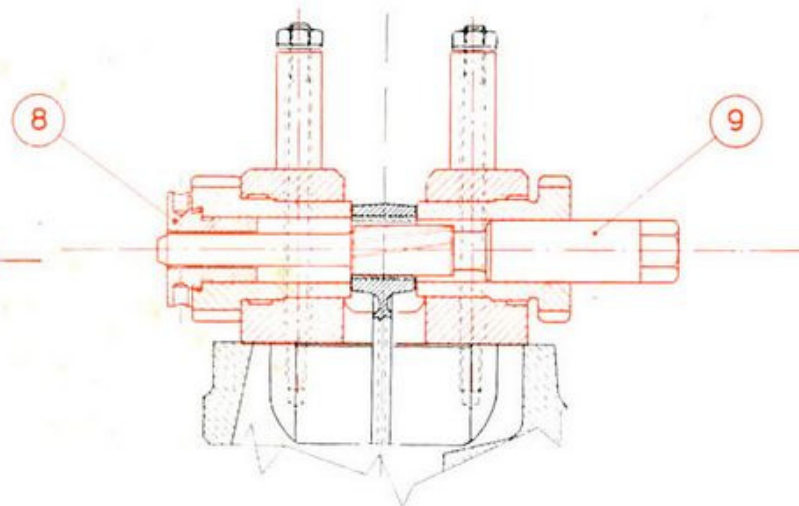

Fig. 41
— Montare nella bussola (3) la bussola mobile ad innesto eccentrico (8) di guida dell'alesatore (9) come illustrato nella fig. 41.